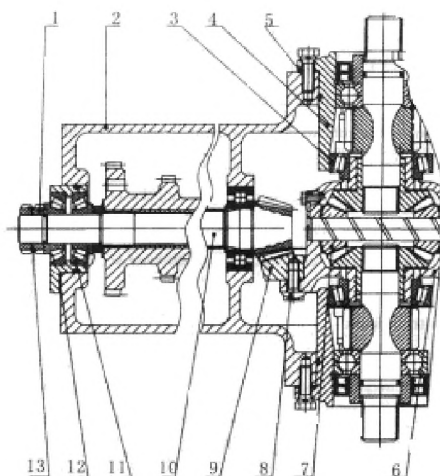

Рисунок 4-7. Центральная ось.
Центральный привод - это парная спиральная конусная шестерня (рисунок 4-7). Конусная шестерня (10) и выходной вал коробки передач являются одной частью. Ведомая спиральная конусная шестерня (9) зафиксирована на корпусе дифференциала (6) болтами и заблокирована стопорной планкой (8). Функцией дифференциала является не только снижение или увеличение вращающего момента, но также изменение направления движения мощности.
Чтобы уменьшить движение оси спиральной конусной шестереночной пары во время эксплуатации и увеличить их устойчивость, два конических подшипника 32011 (3) на двух концах дифференциала, два конических подшипника 31305 (11) (рисунок 4-7 б-коробка передач) на выходном вале (это конический вал-шестерня центрального привода) (10) и два угловых подшипника (30) должны быть плотно затянуты при установке. После периода работы, сила натяжения будет снижаться в следствие трения, а зазор между двумя подшипниками будет увеличиваться. Когда зазор более 0,1 мм., подшипники следует подтянуть.
Ненормальное пятно контактов	Уменьшите регулировочные шайбы (12) (рис. 4-7) и передвиньте назад спиральную коническую шестерню. Если зазор мал, передвиньте коронную шестерню влево.
Увеличьте регулировочные шайбы (12) (рис. 4-7) и передвиньте спиральную коническую шестерню вперёд. Если зазор велик, передвиньте коронную шестерню вправо.
Увеличьте регулировочные шайбы (5) (рис. 4-7) на правой стороне коронной шестерни и уменьшите соответствующее число регулировочных шайб на левой стороне коронной шестерни, что бы передвинуть коронную шестерню вправо. Если зазор мал, передвиньте коническую шестерню вперёд.
Увеличьте количество регулировочных шайб (5) (рисунок 4-7) на левой стороне коронной шестерни и уменьшите соответствующее